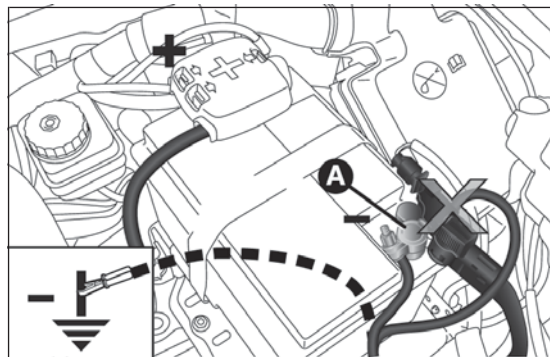

fig. 153
- ☐ collegare i morsetti positivi (segno + in prossimità del morsetto) delle due batterie con un apposito cavo fig. 153;